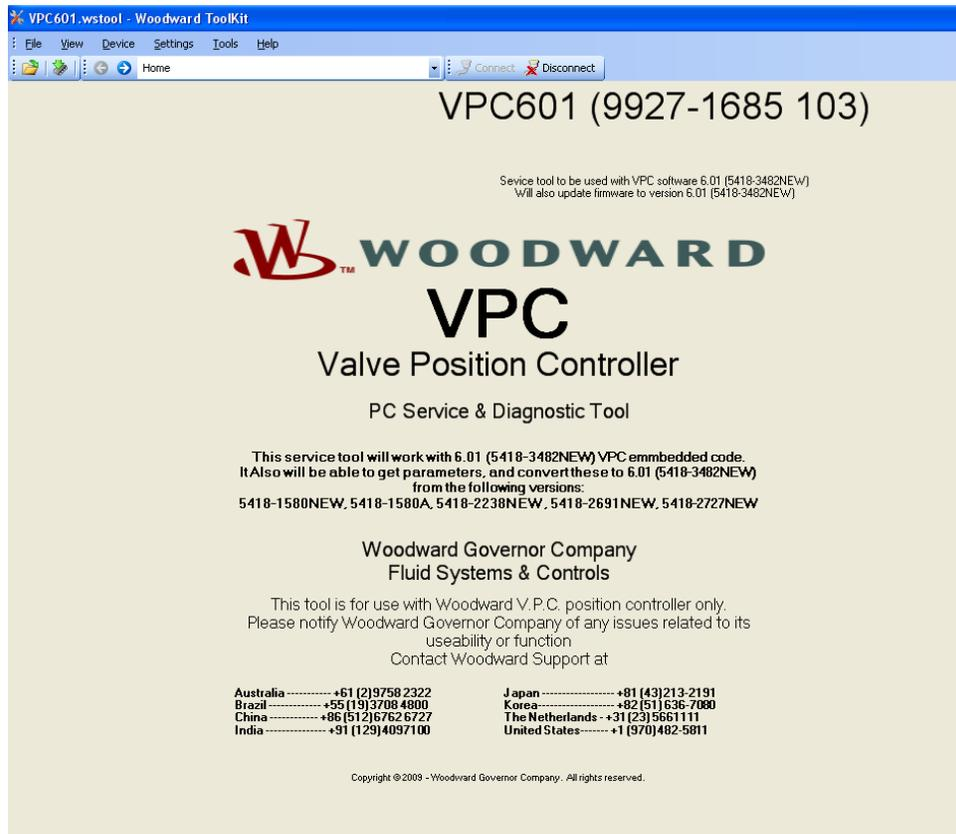

図 5-1. シリアル番号とアプリケーション ID
3. サービスツールを使ってドライバーに接続します。“Connect”ボタンをクリックします。(図 5-1)ドロップダウンウィンドウが出ますので、適当なネットワークを選択して接続してください。接続が確立したら、画面下部の“Details”を選択するとシリアル番号とアプリケーションIDが得られます。アプリケーションIDはソフトウェアの部品番号です。